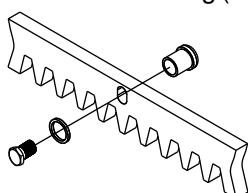

Fig. 8
**6.2.** Fixer à chaque élément de la crémaillère les cliquets de support à l'aide des vis de blocage qui doivent être positionnées sur la partie supérieure du trous oblong (Fig. 8);